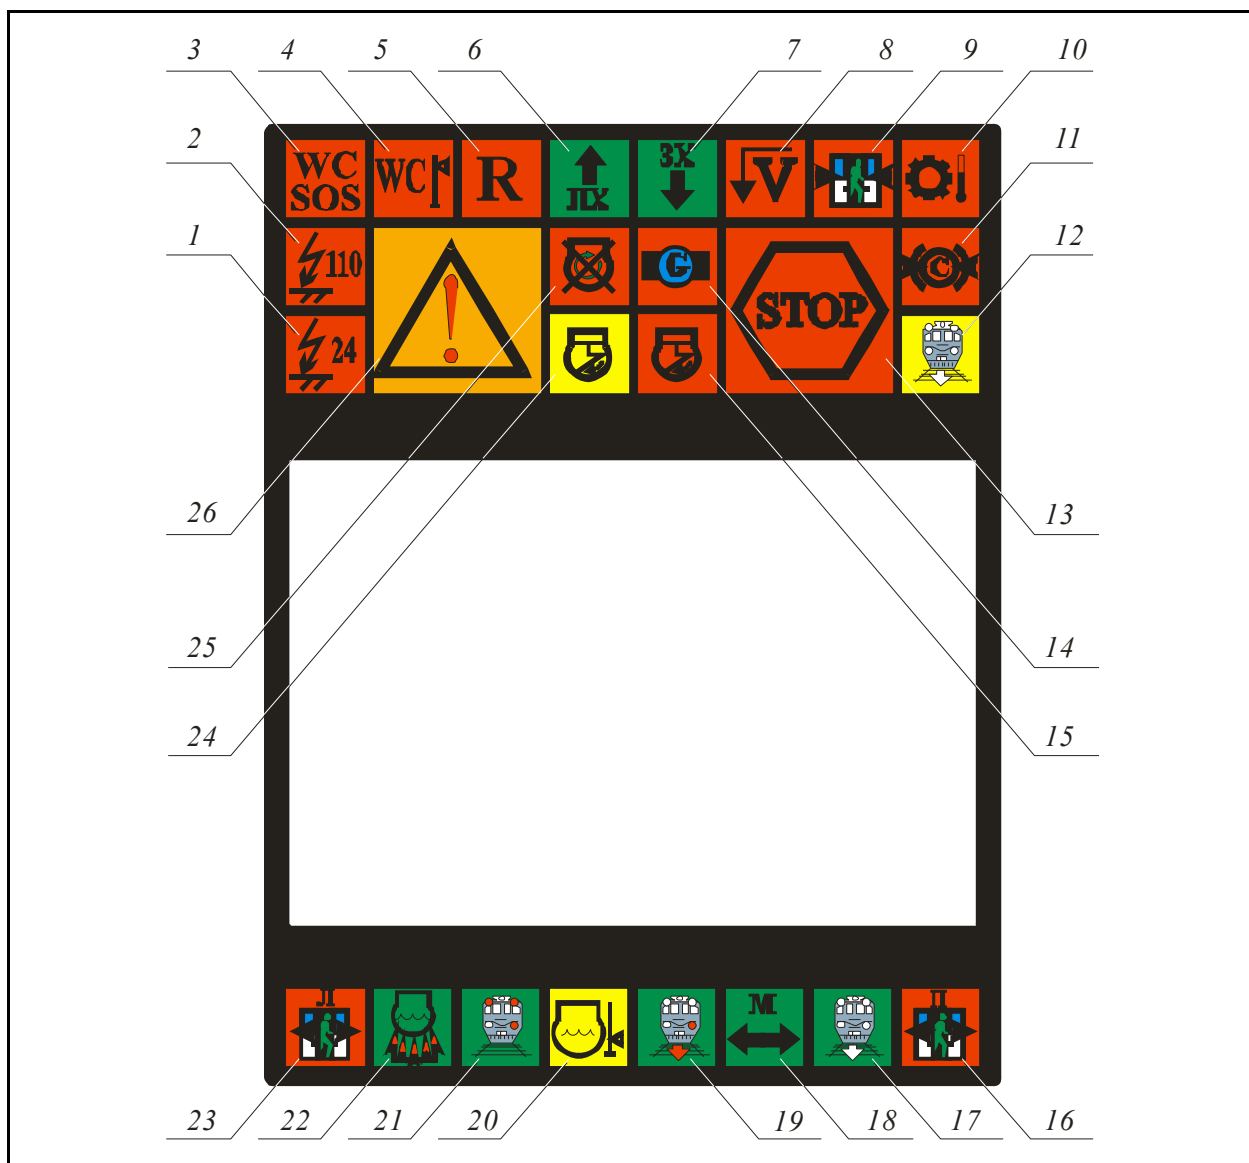

Рисунок 3.4 – Символьное поле ППТС
- интегральная аварийно-предупредительная сигнализация внутреннего управления (рисунок 3.4, позиции 13, 26);
- сигнализация прямого управления, формируемая без участия СКУТС (рисунок 3.4, позиции 1,2,11,12).
- сигнализация внутреннего управления (рисунок 3.4, позиции 5–8, 16–23);